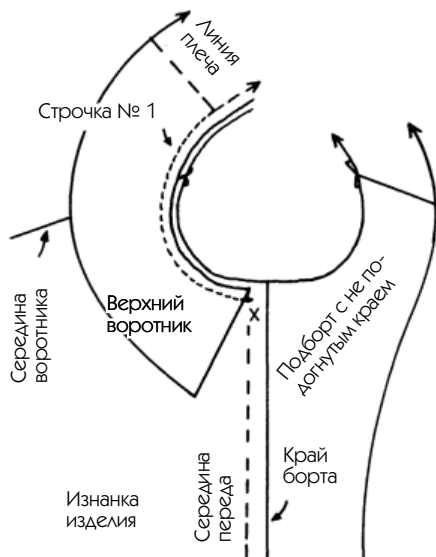

Рис. 173
6. На лицевую сторону лифа с пока еще не подогнутыми или не соединенными подбортами положите воротник лицевой стороной кверху (см. рис. 173) так, чтобы совпали линия втачивания воротника в горловину и линия горловины, т. е. от одной точки X до другой (расположенные на схеме на срединной линии переда).
Примечание. Для большей наглядности воротник с рис. 173 был изображен плосколежащим. По этой же причине швы по линии горловины начерчены неравномерно и более широкими, чем предусмотрено.
— Обратите внимание на то, что с правой стороны рис. 173 стачной шов на обтачке расположен на уровне линии плеча.